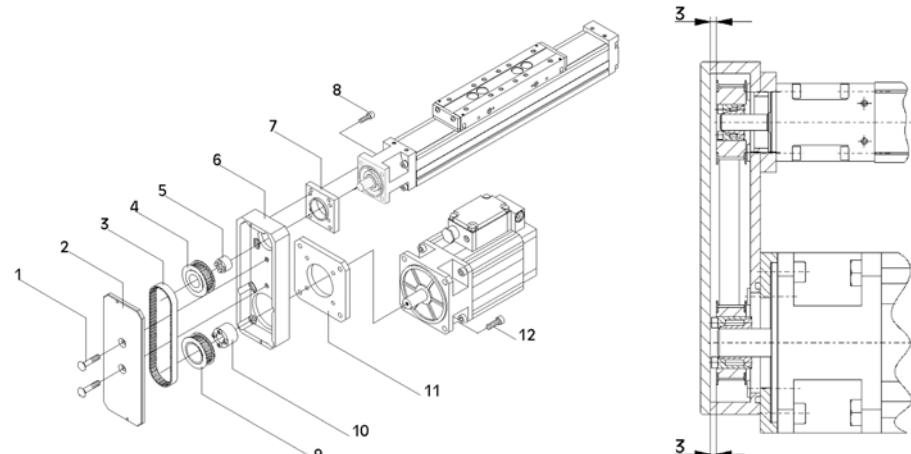
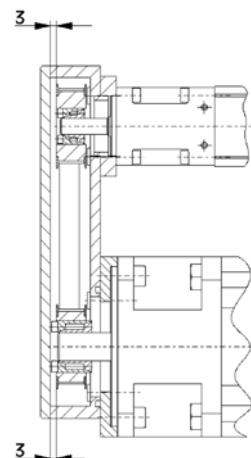

Figure 8: Transmission par courroie RT40
Figure 9: RT40
1. **Figure 8:** Fixer le carter (6) avec la plaque intercalaire (7) sur le logement de palier du WM40.
2. Emboîter le disque synchrone (4) sur le tourillon d'entraînement du WM40 avec le jeu de serrage DKWN de diamètre intérieur 8 mm (5).
3. Fixer le moteur d'entraînement avec la bride intermédiaire (11) sur le carter en ne serrant pas encore les vis à fond.
4. Emboîter le disque synchrone (9) sur l'arbre du moteur avec le jeu de serrage DKWN de diamètre intérieur 14 mm (10).
5. Faire passer la courroie crantée (3) autour des deux disques synchrones en les alignant l'un par rapport à l'autre. Fixer ensuite les disques synchrones sur le tourillon d'entraînement et sur l'arbre du moteur avec les jeux de serrage DKWN. (Pour le couple de serrage des vis sur le jeu de serrage DKWN, voir le tableau au chapitre 10 "Caractéristiques".) Distance entre bord supérieur du carter et disque synchrone 3 mm (voir Figure 9).
1. **Figure 8:** Tendre la courroie crantée en déplaçant le moteur avec la bride intermédiaire (11).
2. Visser le couvercle (2) sur le carter.